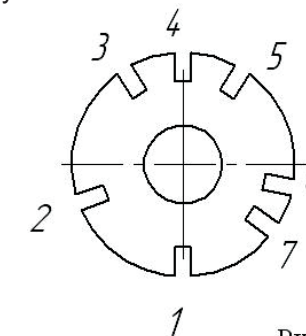

Рисунок 1 - Позиции диска фиксатора
7.5.2. Выставьте емкость бетоносмесителя на выбранный угол (поз. 2, 6, 7 диска фиксатора, рисунок 1).
7.5.5. После перемешивания в течение 5-7 мин выгрузите смесь в поддон путем опрокидывания емкости (поз. 3, 4, 5 диска фиксатора, рисунок 1).